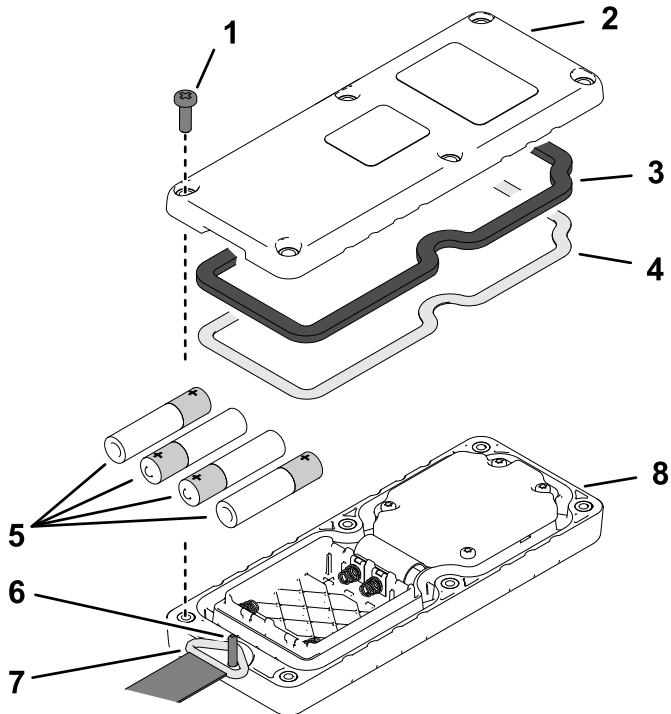

Figure 41
1. Retirez les 6 vis qui retiennent ensemble les deux moitiés du couvercle de la télécommande manuelle, et retirez le couvercle arrière (Figure 41).
4. Veillez à bien engager le joint en acier et le joint en caoutchouc dans la gorge du demi-couvercle, puis remettez le couvercle arrière en place sur le couvercle avant (Figure 41).
5. Accrochez l'anneau sur la goupille de dragonne (Figure 41).
6. Fixez le couvercle arrière au couvercle avant à l'aide de 6 vis (Figure 41).